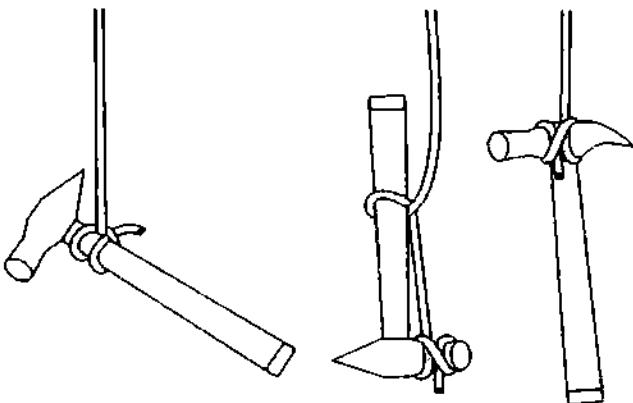

Рис. 609. Крепление верёвки к молотку **выбленочным узлом**.
**Выбленочный узел** предназначен для небольших нагрузок. Им можно завязать мешок, натянуть палатку, привязать корову. Если нет волнения, то на короткое время **выбленочным узлом** можно ухалить за пал лодку. **Выбленочным узлом** удобно быстро привязывать и отвязывать разный строительный инструмент для подачи его на высоту (рис. 609). Очень часто **выбленочный узел** используется в декоративных целях. Применяется он и в плетении сетей.